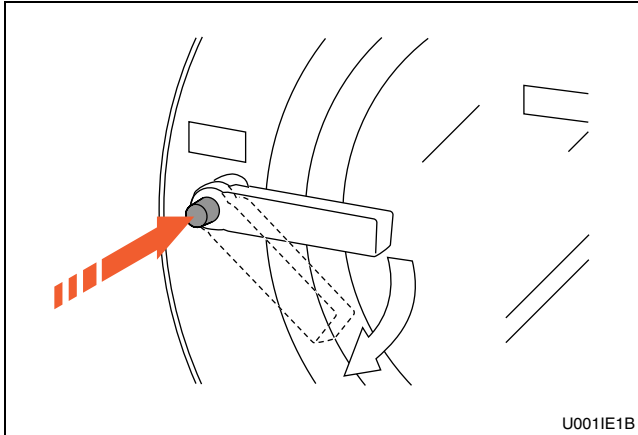

Figure 9
2. Appuyer sur le bouton et tourner la poignée dans le sens des aiguilles d'une montre pour ouvrir. Se reporter à la *Figure 9*.